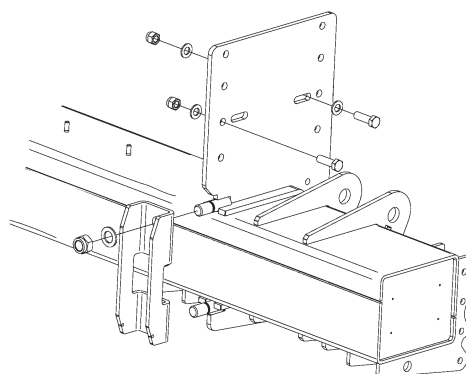

Imagen 21. Montar el perfil en U con las tuercas y arandelas correspondientes
6. La estructura del elevador debe colocarse lo más alta posible dentro de las medidas C indicadas. Ajustar la estructura a la altura ideal debajo del chasis. Utilice el embalaje del elevador y una carretilla, véase Imagen 21. La estructura debe colocarse paralelamente al suelo de la carrocera y no debe quedar apoyada contra el chasis del vehículo, debe existir una holgura de algunos milímetros. Si es necesario, ajustar el ángulo de los brazos conduciendo el elevador con cuidado.
8. Montar el perfil en U con las tuercas y arandelas correspondientes, sin apretar. Apretar las tuercas alternativamente hasta que el perfil en U quede recto contra la estructura, véase Imagen 21